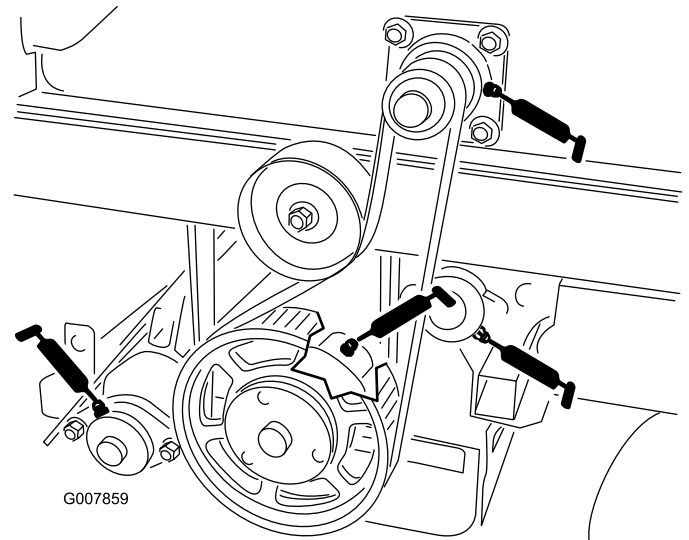
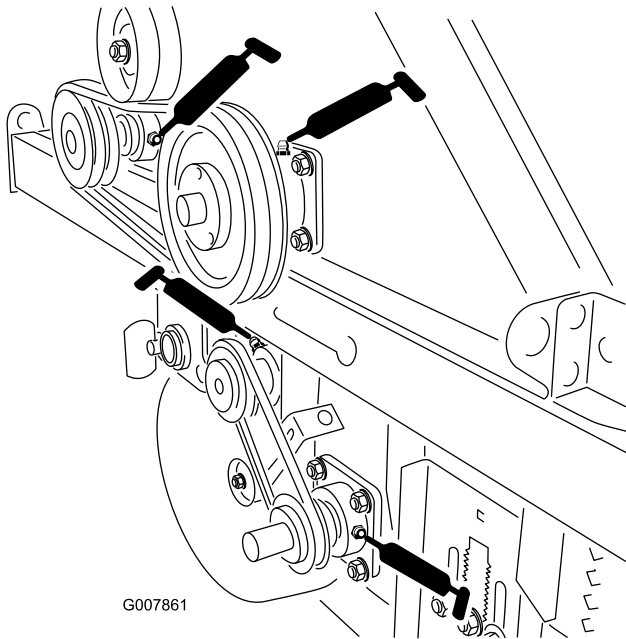

Figura 41
Figura 43
- Conjunto de la picadora, cant. 2 (Figura 43 & Figura 41)
- Canto giratorio, cant. 2 (Figura 43 & Figura 41)
- Cepillo de recogida, cant. 2 (Figura 43 & Figura 41)
- Rodillo trasero, cant. 2 (Figura 41)